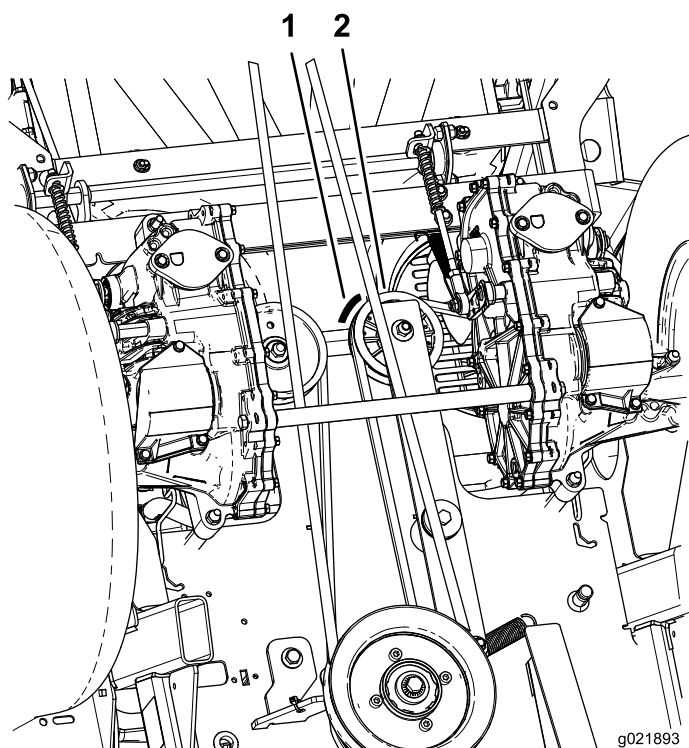

Figura 1
Inspeccione el depósito de combustible en busca de señales de desgaste debajo de la polea tensora (Figura 1).
- Si ve o nota con la uña del dedo un surco en el depósito de combustible causado por la polea tensora, sustituya el depósito de combustible y la polea tensora (Figura 1). Pida un depósito de combustible y una polea tensora nuevos. Siga con Sustitución del depósito de combustible (página 2).